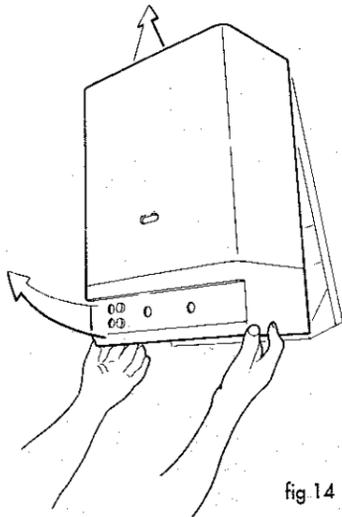

fig 14
- spostare in avanti il mantello (fig. 14),
- muovere il mantello verso l'alto liberandolo dai ganci superiori (fig. 14).